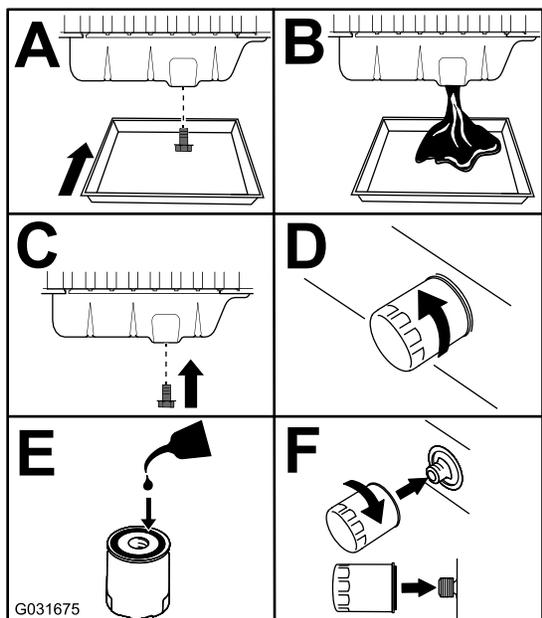

Рисунок 77
3. Замените моторное масло и масляный фильтр (Рисунок 77).